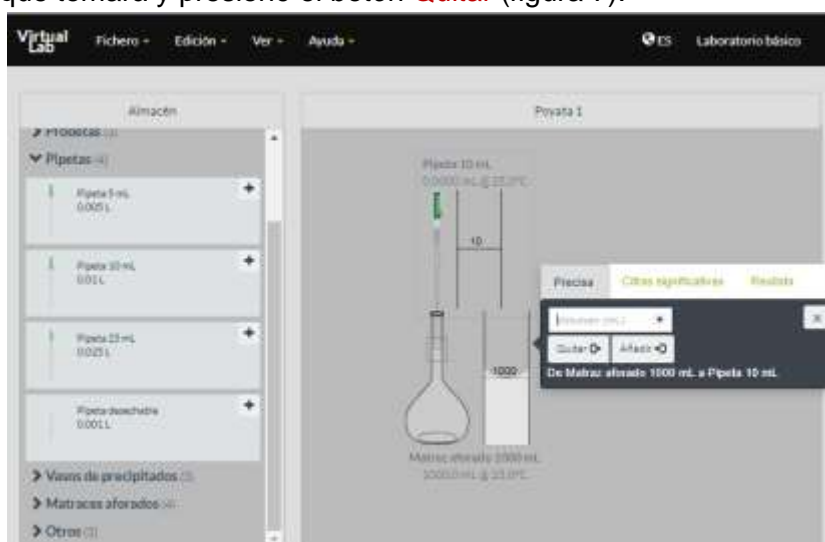

Figura 7. Simulador *Making stock solutions from solids*.
8. Tome una pipeta volumétrica de 10 [ml] del Almacén, colóquela sobre el matraz volumétrico que contiene la disolución madre y tome 10 [ml]. Para ello, indique la cantidad que tomará y presione el botón **Quitar** (figura 7).